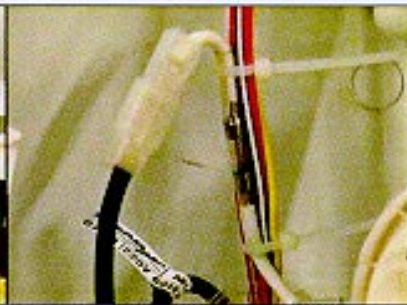

Fig.3
- 1.4 Fixe o conjunto ao Chicote de Fios através da Cinta de Amarração (00.0390.48.0) (Fig.3);